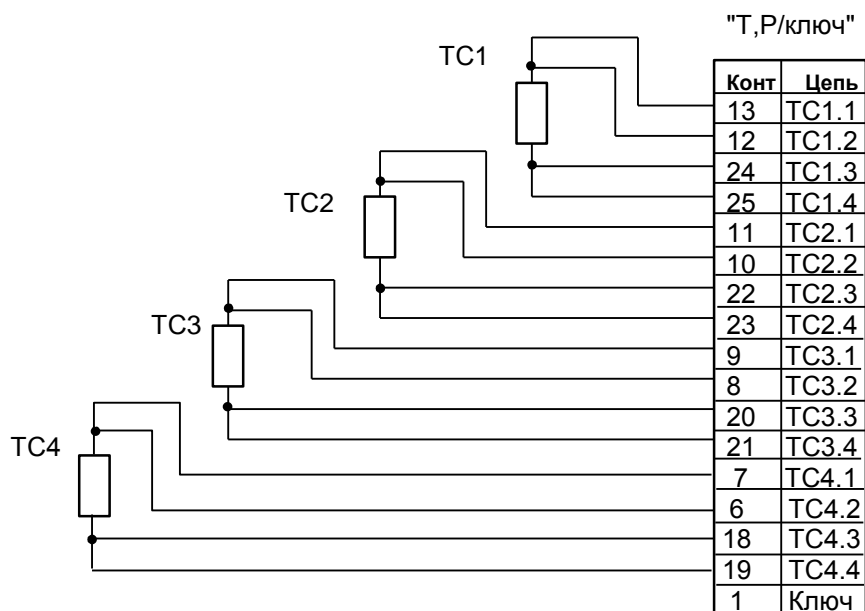
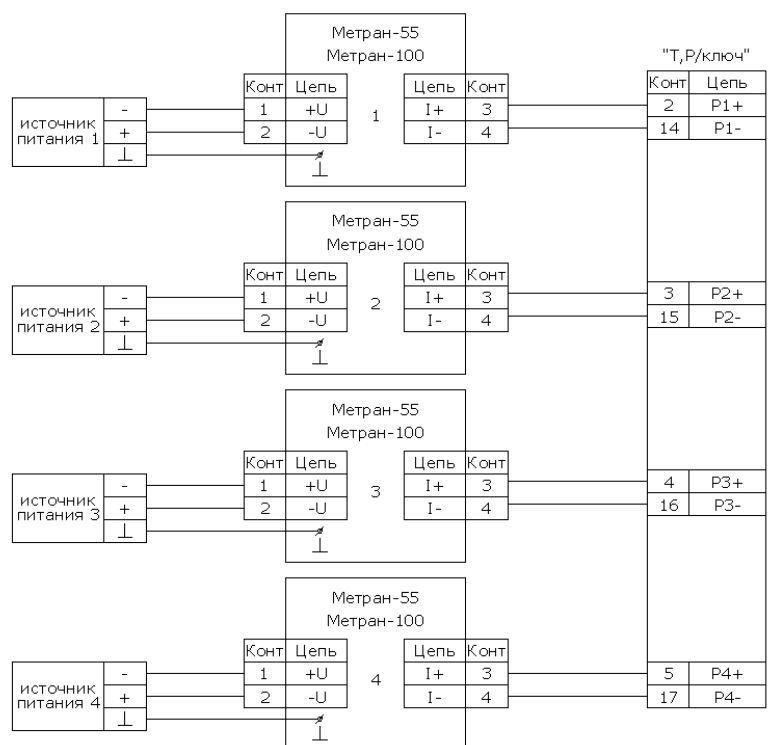
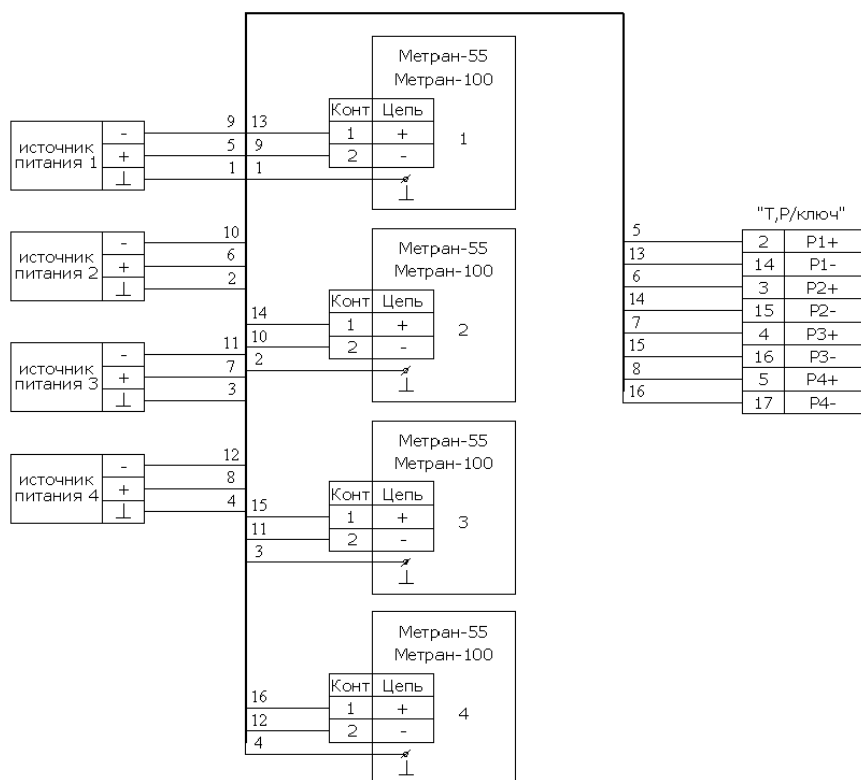
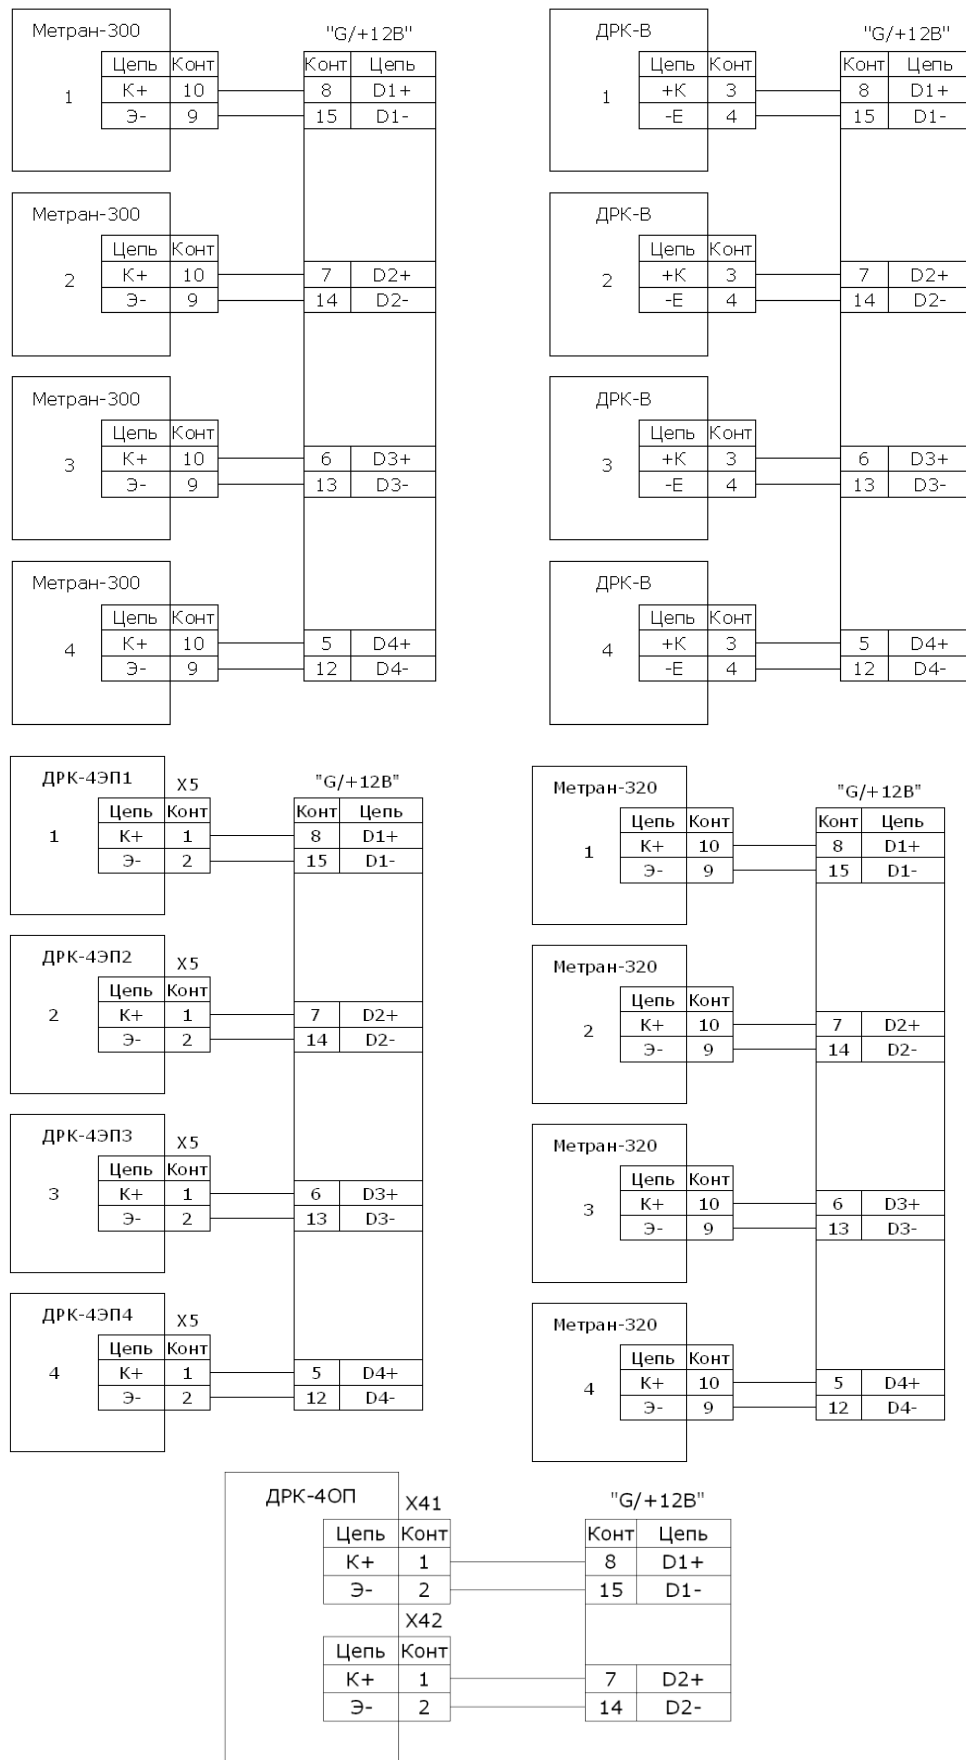

Рис. 5. Подключение термопреобразователей.
Рис. 6.1 Подключение датчиков ДИ со стандартным токовым выходом (0÷5) с питанием от внешнего источника питания.
Рис.6.2 Подключение датчиков ДИ со стандартным токовым выходом 4÷20мА с питанием от внешнего источника питания.
Рис. 7. Подключение приборов измерения расхода.
8.3. С помощью разъемов подключите первичные преобразователи, термопреобразователи, датчики ДИ и приборы измерения расхода - к соответствующим разъемам тепловычислителя, согласно таблицам 2,3,4 и рис.5, рис.6.1, 6.2, рис.7.
8.4.1. Термопреобразователи подключаются к тепловычислителю по 4-х проводной схеме, как показано на рис. 5.
8.4.2. Датчики ДИ подключать по схеме, как показано на рис.6.1 и рис. 6.2.
8.4.3. Приборы измерения расхода подключать, как показано на рис.7.